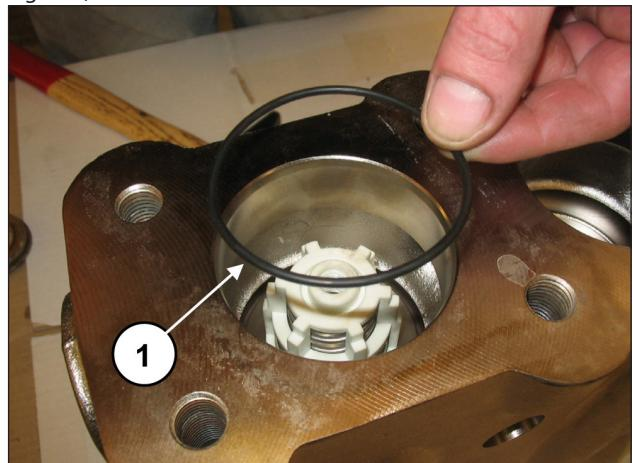

Fig. 121
Insira o anel circular, pos. de explosão nº. 19 (pos. ①, Fig. 121).